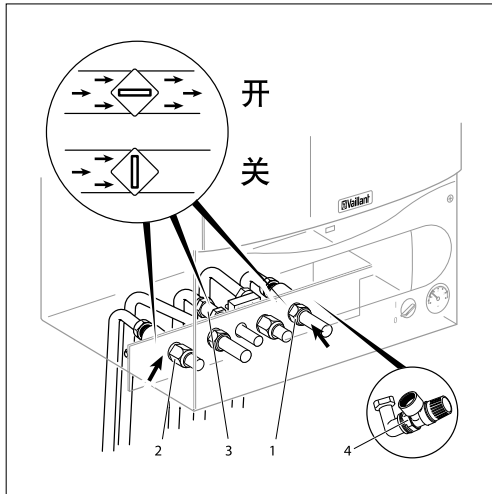

图 4.3 打开保养阀
4.3.1 打开管路阀门 (参见图 4.3)
- 确认采暖供回水的保养阀 (图 4.3 中的 1 和 2) 以及燃气管路上的阀门都已经打开。